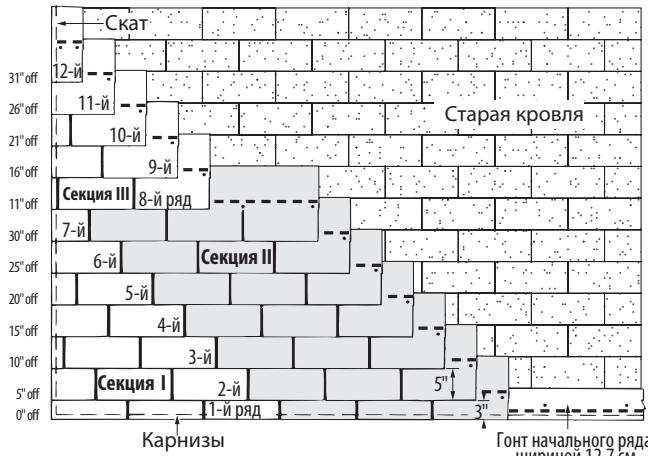

Рис. 10-21. Двенадцать вверх, на пять обрезка, встык.
1-Й РЯД: Первый ряд укладывается из полосовых гонтов размером 25,4 x 91,4 см, изготовленные путём обрезки язычков стандартных гонтов в нижней части на 5 см. Расположите верхний край полосовых гонтов таким образом, чтобы он соединялся встык с языками гонтов старого третьего ряда (Рис. 10-21).
- В начале второго ряда отрежьте 12,7 см от левого края гонта и расположите его верхний край встык с кромкой гонта в старом четвёртом ряду (Рис. 10-21).
- В начале восьмого ряда отрежьте 27,9 см от левого края гонта и уложите оставшийся кусок шириной 63,5 см на гонт седьмого ряда, выровняв его по левому краю седьмого ряда (Рис. 10-21).